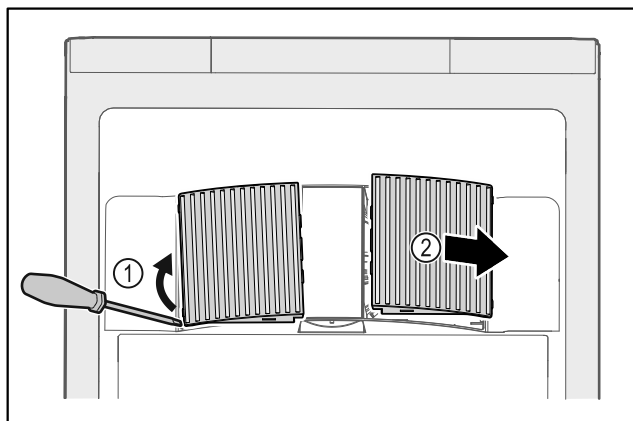

Fig. 236
- ▶ Ventilatorabdeckungen vorsichtig von der Seite heraushebeln Fig. 236 (1) und nach vorne abnehmen Fig. 236 (2).